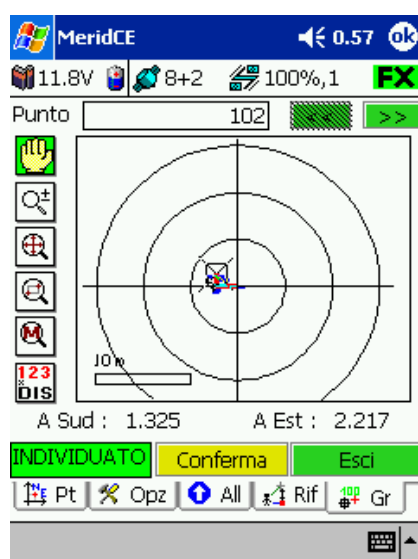

fig. 100
- III. **INDIVIDUATO** per distanze dal punto inferiori alla tolleranza impostata nell'esempio 0.03m (fig. 100)
189. avrete trovato il punto non appena comparirà la scritta individuato in basso a sinistra (udirete un suono differente) (fig. 100)